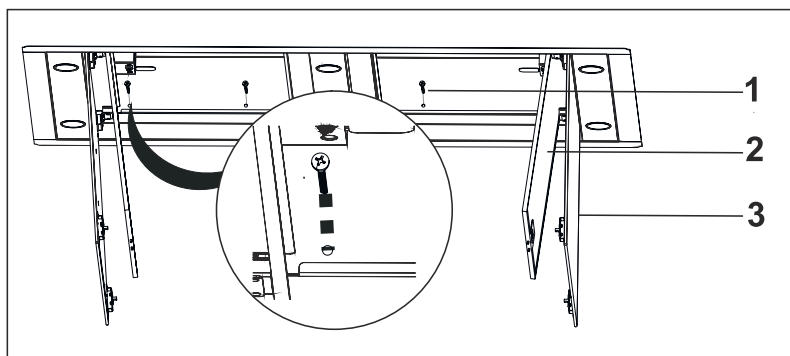

Fig. 15
10. När fläkten har lyfts upp med hjälp av stålvejrnarna och är i nivå med taket måste den skruvas fast i regel/läkt med 5,5X60 skruvar (Fig. 15).